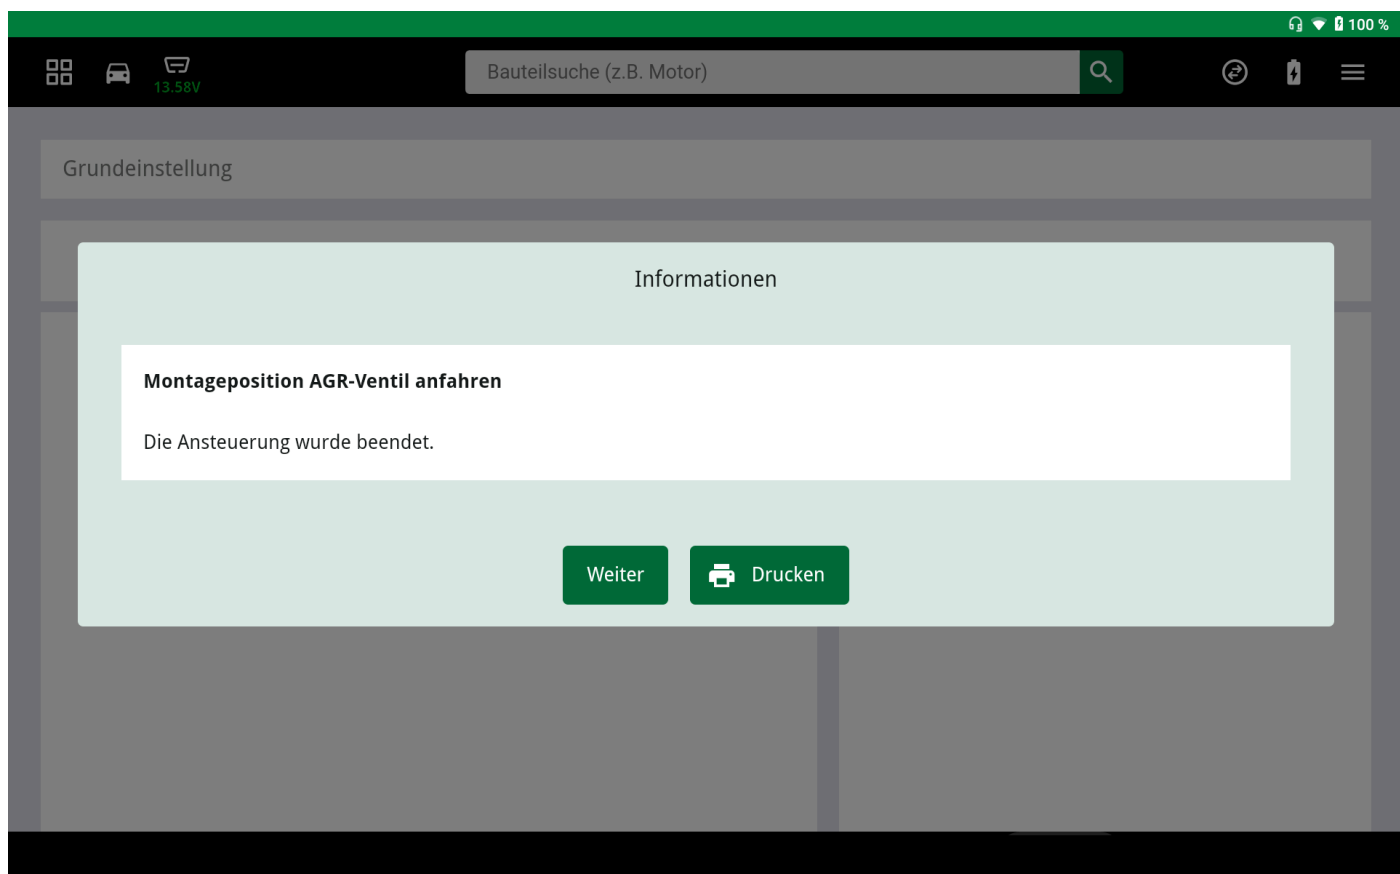

Fig. 7) Dopo il montaggio: spegnere l'accensione
- Spegner l'accensione dopo il montaggio (vedere Fig. 7)